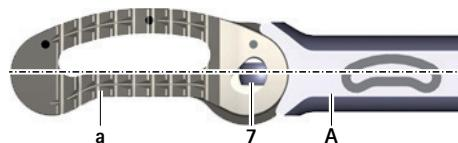

Рис. 8 Рабочий имплантат в положении 0°
- Удерживать тестовый имплантат D в положении 0° на установочном инструменте A, см. Рис. 8.
- Удерживать рабочий имплантат в положении 0°, см. Рис. 8.